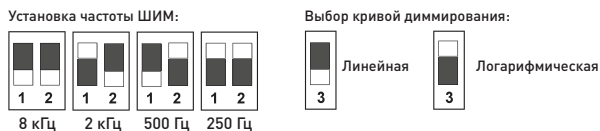

Рисунок 2. Положения DIP-переключателей
- 3.6. Установите частоту ШИМ и кривую диммирования с помощью DIP-переключателей на корпусе устройства (рис. 2).